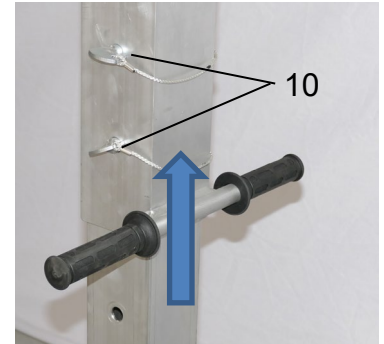

Abb. 7
- Die beiden Steckbolzen (10) an einer Stütze lösen und die Stütze auf die gewünschte Höhe einstellen (Abb. 7). Steckbolzen sichern.